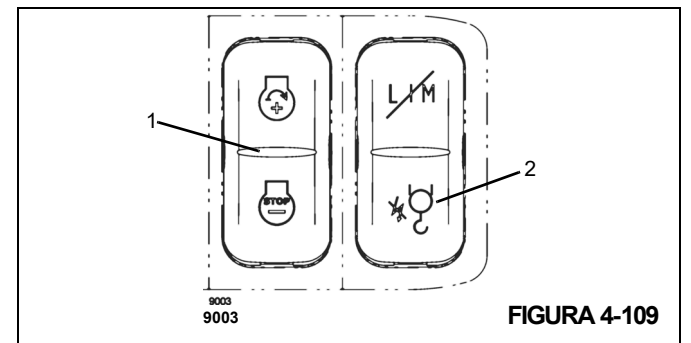

FIGURA 4-109
Puede ajustar la velocidad del motor deseada (velocidad de ralentí) con el botón ubicado en el tablero de control superior (1), (Figura 4-109). Consulte la sección *Asistencia para la extensión de pluma*, página 3-131.
Pulse el botón ubicado en el tablero de control superior (2), (Figura 4-109), y manténgalo pulsado – el interruptor de prevención del contacto entre bloques queda anulado.